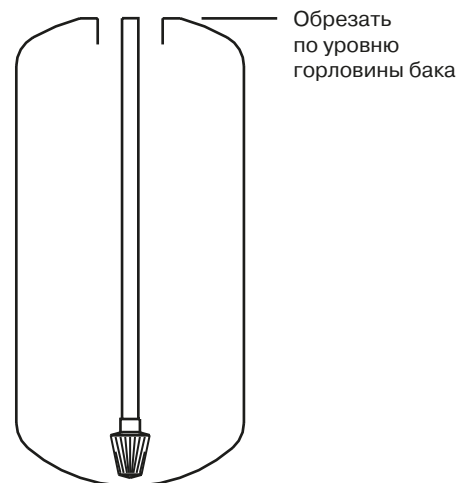

Рис. 2. Обрезка трубы дистриьютора
2. Установите и отцентрируйте распределительную трубу с нижней корзиной в корпусе установки (рис. 2, 3). **Внимание:** не надавливайте на распределительную трубку во избежание поломки корзины.
3. Обрежьте трубу дистриьютора в соответствии с рис. 2 и снимите фаску. При использовании адаптера 4"×2,5" (корпуса с горловиной 4") для установки управляющего клапана указанный размер отсчитывается после установки адаптера.